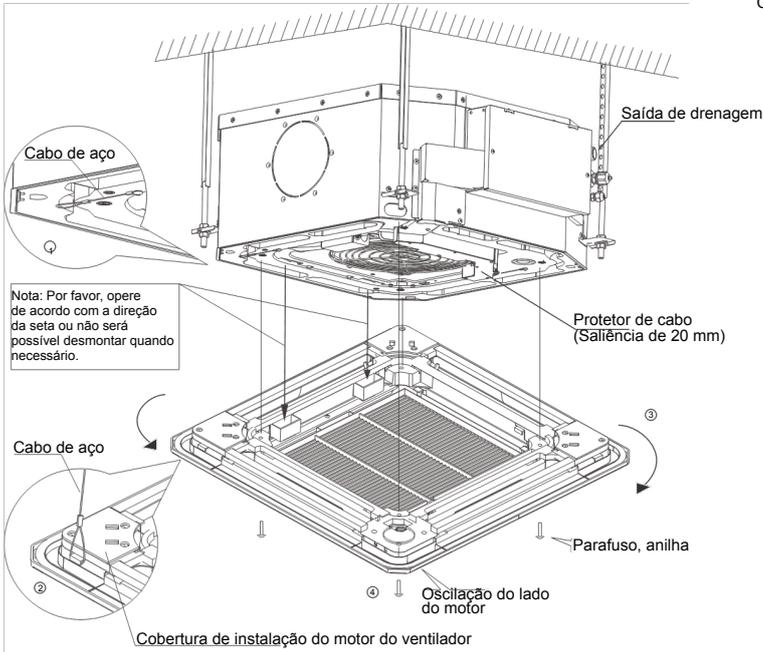

Figura 3.14
- (3) Conecte os cabos do motor de oscilação no mostrador de receção do painel às conexões correspondentes no corpo da unidade, respetivamente. Tenha o cuidado de utilizar uma cobertura protetora para envolver os terminais de ligação e utilize um dispositivo confiável para fixar e reforçar o isolamento de segurança.
- (4) Instale e fixe o painel ao corpo da unidade com parafusos (M5X20) e anilhas (ver Figura 3.14). ④ Tenha em conta que a cobertura de instalação do motor de oscilação deve afundar-se na bandeja de drenagem correspondente.
- (5) Aperte os quatro parafusos do gancho do painel para manter o painel nivelado e levá-lo uniformemente até ao teto.
- (6) Ajuste ligeiramente o painel na direção indicada pela seta (ver figura 3.14, 3) de modo que o centro do painel fique alinhado com o centro da abertura do teto.